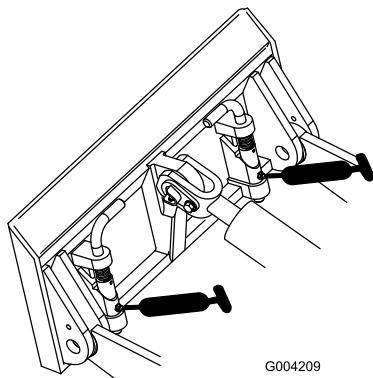

Bild 31
4. Setzen Sie die Fettpresse nacheinander an allen Nippeln an (Bild 30 und Bild 31).